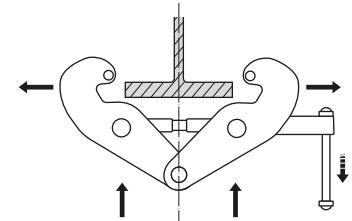

Рис. 4
- Вращая винтовой механизм, как показано на рис. 4, раздвиньте фиксирующие зажимы устройства.